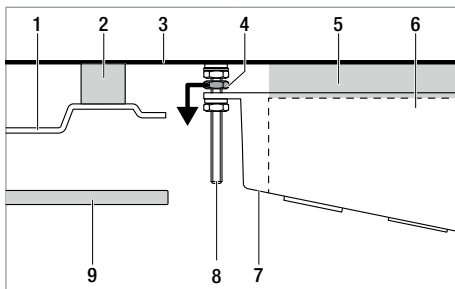

Bild 19
- Sechskantmutter M6 (4) in Pfeilrichtung bis zur Oberkante Luftverteiler drehen und festziehen (Bild 19).